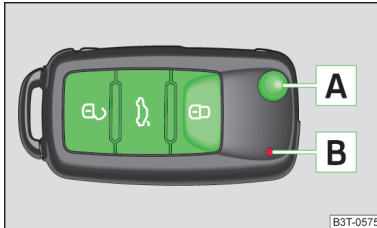

Abb. 31
**Bildbeschreibung** » Abb. 31
Wenn nach dem Drücken einer Taste auf dem Funkschlüssel die rote Kontrollleuchte  » Abb. 31 nicht blinkt, ist die Batterie entladen. Die Batterie ersetzen » Seite 220.